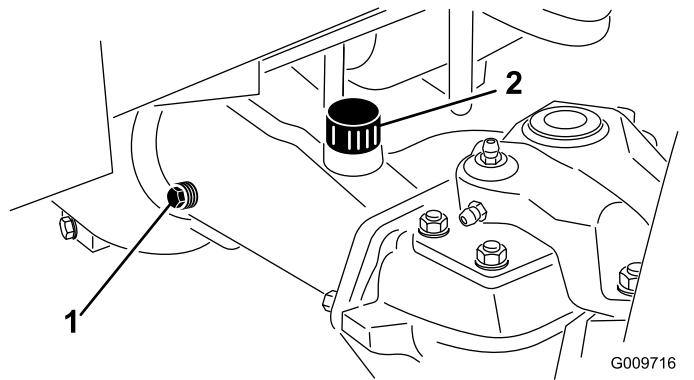

図 45
- アクスルの一方の端部から点検用プラグ 図 45 を抜き、穴の高さまで潤滑油があることを確認する。量が不足の場合は、給油プラグ 図 45 をはずして補給する。